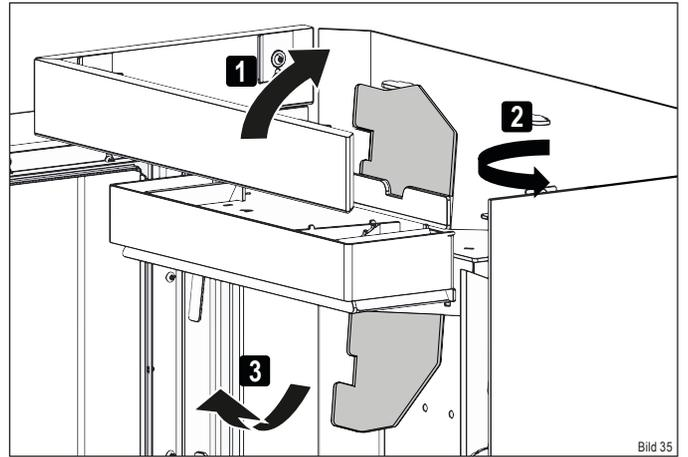

Bild 35
- ▶ Entnehmen Sie das Umlenblech durch die hintere Öffnung (Bild 35).